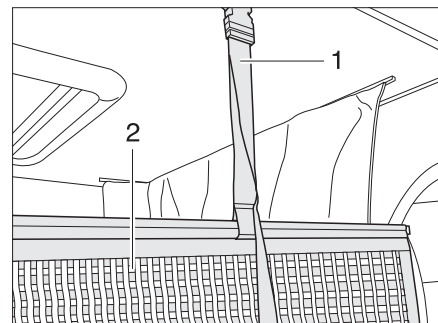

Bild 140 Halterung Sicherungsnetz
Das Sicherungsnetz (Bild 140,2) mit den Haltegurten ist unter der Matratze verstaut. Das Sicherungsnetz erst aufspannen, wenn sich die Personen bereits im Hubbett befinden.
- Die Haltegurte (Bild 140,1) in die Halterungen an der Decke einrasten.